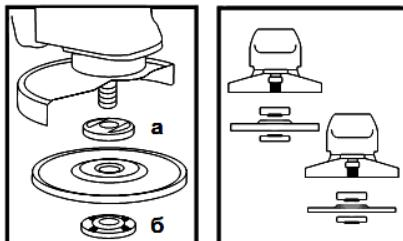

Рисунок 2
**4.4** Встановіть на виріб шліфувальний або відрізний круг. Для цього натисніть на кнопку фіксації шпинделя (1) і поверніть шпиндель до такого положення, при якому він зафіксується. За допомогою вілочкового ключа з комплекту виробу відверніть і зніміть затискну гайку (6) (дивіться рисунок 2). Встановіть шліфувальний диск на посадкове місце фланцевої шайби (а) (рисунок 2), наживіть рукою затискну гайку на шпиндель і затягніть її ключем з комплекту виробу.